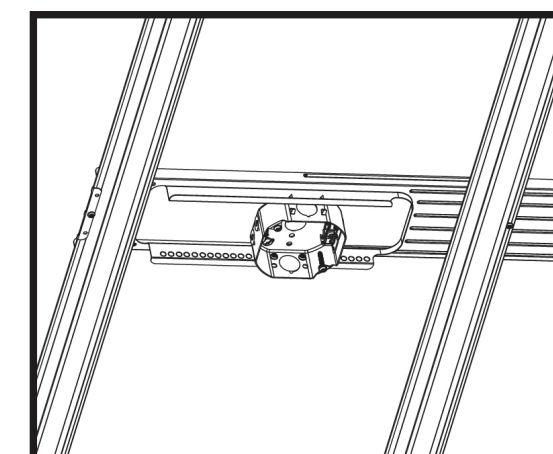

Figure 6
8. Lorsque 2 épaisseurs de cloison sèche sont installées, utilisez une boîte de 2 1/8 de profondeur et utilisez la paire de trous la plus près du fond (Figure 6).